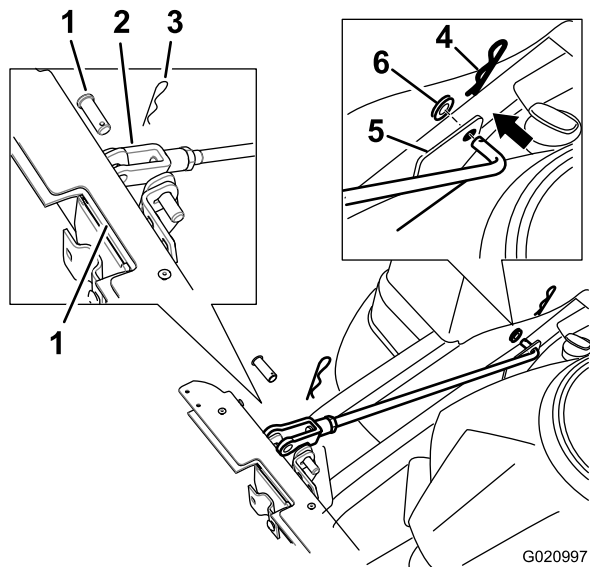

Figure 7
7. Montez deux tiges de support de chaque côté du cadre du collecteur. Placez le support existant entre la roue motrice arrière et le bâti (Figure 7).
8. Insérez les extrémités coudées de la tige dans le cadre du collecteur, comme montré à la Figure 7. Fixez les extrémités de la tige à l'aide d'une rondelle et d'une goupille fendue.
- Fixez le côté chape des tiges au cadre du collecteur à l'aide d'un axe de chape et d'une goupille fendue (Figure 7).